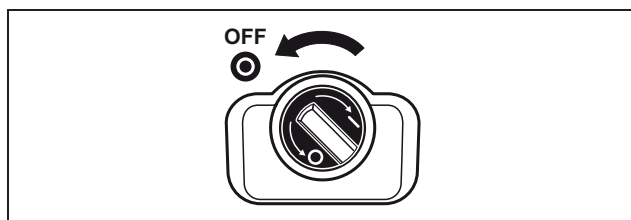

Figure 81: Interrupteur électronique CC OFF
- Tournez l'interrupteur électronique CC sur OFF (figure 81) ou désactivez le générateur solaire via le point de coupure CC externe.